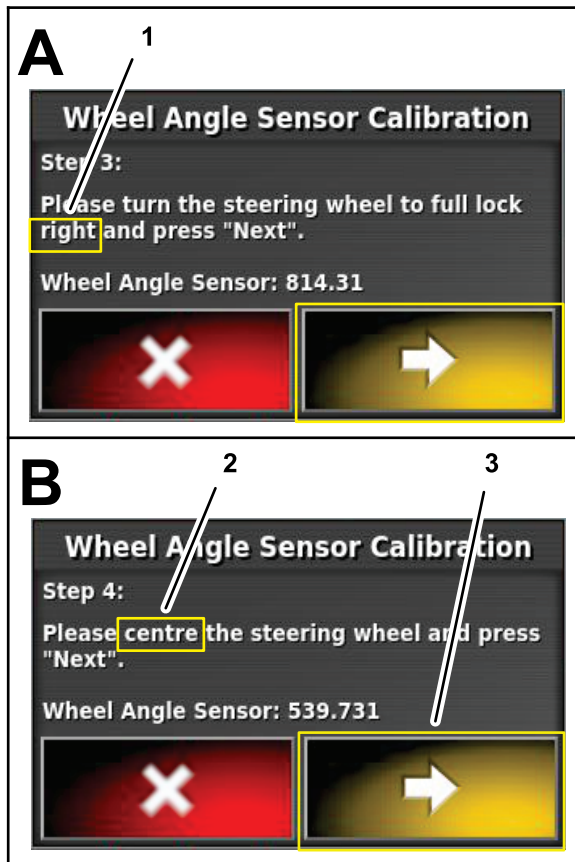

Figura 166
- En el paso 3, gire el volante a la derecha a tope, pare y pulse el icono Paso siguiente (Figura 166).
- En el paso 4, gire el volante hasta que los neumáticos estén alineados en línea recta hacia adelante, pare, y pulse el icono Paso siguiente (Figura 166).